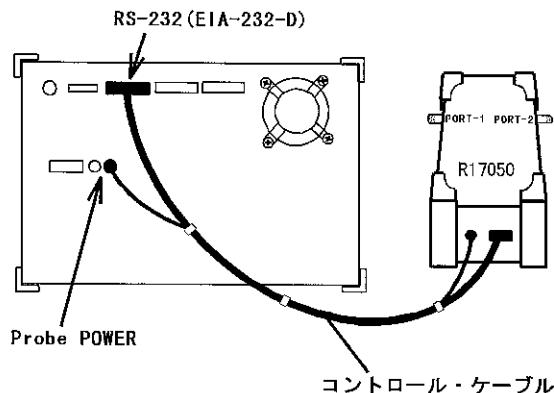

図 2-3 コントロール・ケーブルの接続
- ① 本器とネットワーク・アナライザをコントロール・ケーブルで接続します。ネットワーク・アナライザ側の Probe POWER コネクタは2つあります。どちらに接続しても構いません（図2-3 参照）。
- ① 本器とネットワーク・アナライザをコントロール・ケーブルで接続します(図 2-3 参照)。
- ① 本器とネットワーク・アナライザをコントロールケーブルで接続します（図 2-3 参照）。
- ① 接続するネットワーク・アナライザに対応して、テスト・セットを接続します。
- ② 本器とネットワーク・アナライザをコントロール・ケーブルで接続します（図 2-3 参照）。
- ③ DUT を実際に測定するときの条件に設定します。